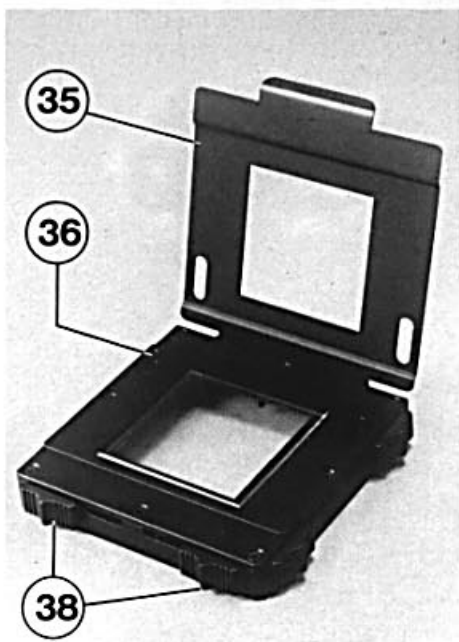
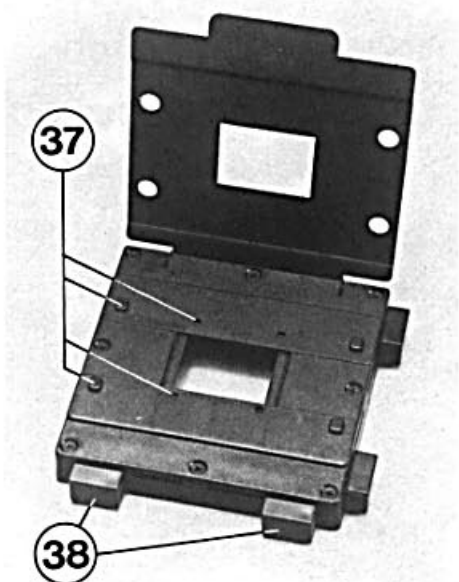

Bild 7
Bild 8
Die Negative werden mit der Emulsionsseite nach unten eingelegt. Dazu öffnen Sie die Klappmaske (35). Die Buchbildbühne (Art.-Nr. 4373) besitzt verstellbare Anschlagstifte (36) für die Filmformate Kleinbild, 4x4 und 6x6 cm. Die Verstellung erfolgt durch Eindrücken und gleichzeitiges Verschieben der Stifte (Bild 7). Bei der Buchbildbühne (Art.-Nr. 4351) wird der Film zwischen die Führungsnocken (37) gelegt (Bild 8).